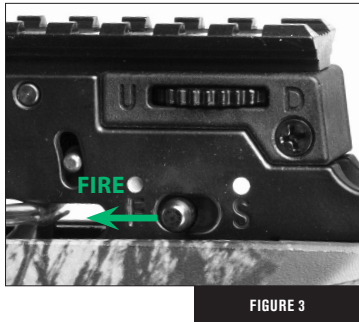

FIGURE 3
- Deslice el interruptor de seguridad de la posición de activado ("ON SAFE") a la posición de Fuego ("FIRE") (Fig. 3)